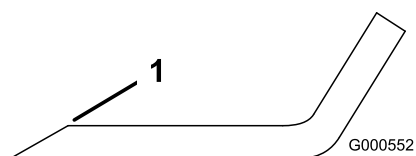

Figure 56
1. Au moyen d'une lime, aiguisiez les tranchants aux deux extrémités de la lame (Figure 56).
Remarque: Si la lame est déséquilibrée, limez un peu l'extrémité de l'ailette seulement (Figure 56).